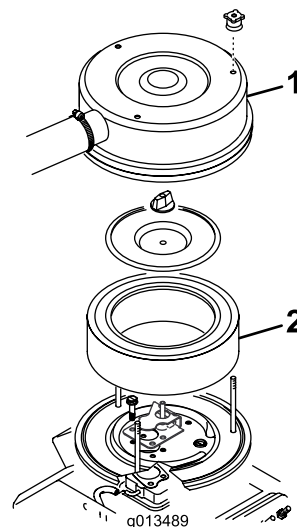

図 17
3. ノブを外し、エア・クリーナのカバーを外す（図 17）。